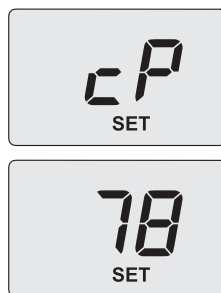

Figura 9.13
- Utilizzare i tasti 14 o 15, sul display LCD le lettere **cP** si alternano con il valore di temperatura dell'acqua di riscaldamento (es. **78**) e compare la scritta "SET", indicanti l'entrata nell'attivazione della "funzione spazzacamino" alla potenza massima in riscaldamento (Figura 9.13);